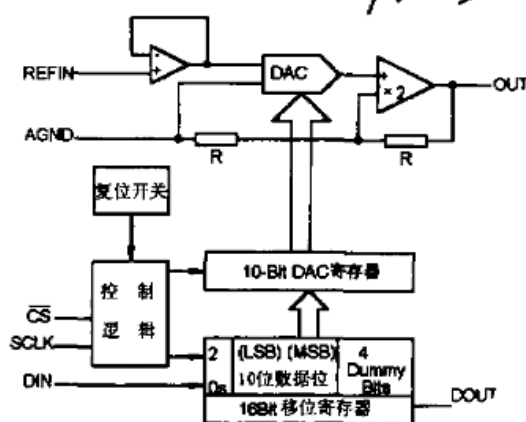

图1 TLC5615 的内部功能框图
- 高阻抗基准输入端 (见图 1);
TLC5615 的内部功能框图如图 1 所示, 它主要由以下几部分组成:
从图 1 可以看出, 16 位移位寄存器分为高 4 位